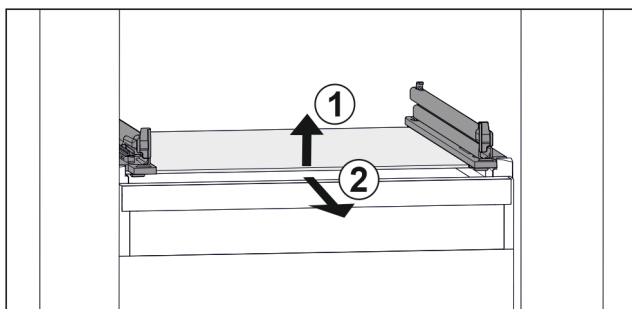

Fig. 97 Vejledende visning af glaspladen
- Løft glaspladen foran. Fig. 97 (1)
- Tag glaspladen ud fremefter. Fig. 97 (2)